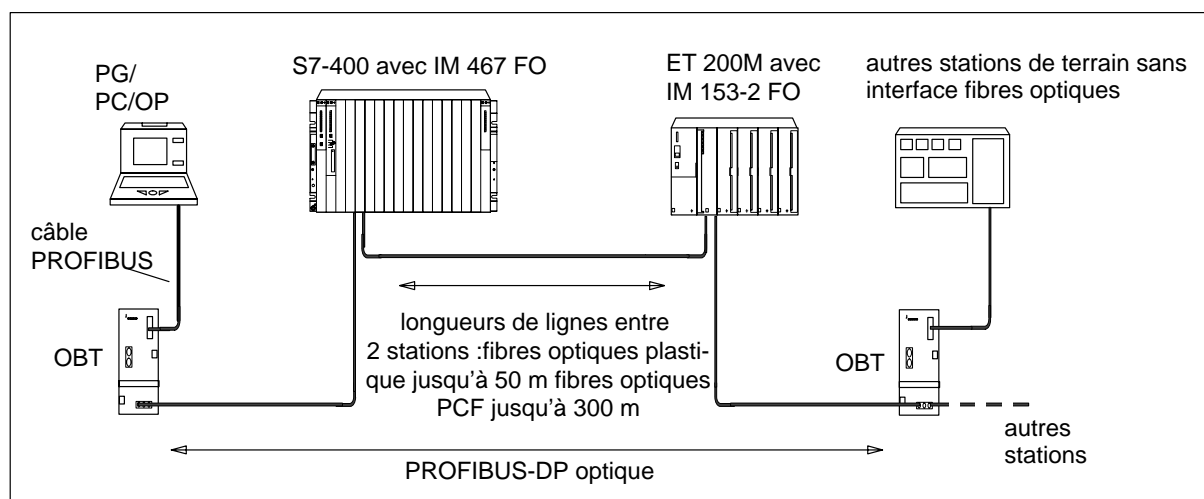

Figure 5-16 Réseau Optique PROFIBUS-DP avec stations dotées d'une interface fibres optiques intégrée
Un PROFIBUS Optical Bus Terminal (OBT) (6GK1 500-3AA00) permet de raccorder au Réseau Optique PROFIBUS-DP une station PROFIBUS non dotée d'une interface fibres optiques intégrée (exemple : consoles de programmation (PG) ou stations de conduite et de supervision (OP), voir figure 5-16).